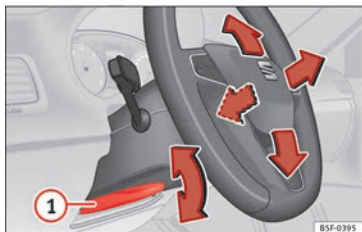

Fig. 19 Palanca en la parte inferior del lateral izquierdo de la columna de dirección.
• Ajustar la posición del volante: tire de la palanca » » **fig. 19** ① hacia abajo, mueva el volante hasta la posición deseada y vuelva a subir la palanca hasta el punto de cierre.